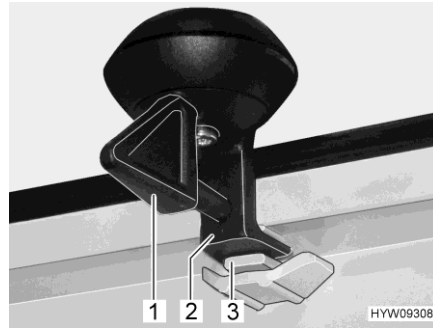

Fig. 82 Bloqueo (posición de ventilación)
- Girar la palanca (Fig. 82,1) un cuarto de vuelta. El bloqueo (Fig. 82,2) tiene que deslizarse al interior de la escotadura superior (Fig. 82,3).